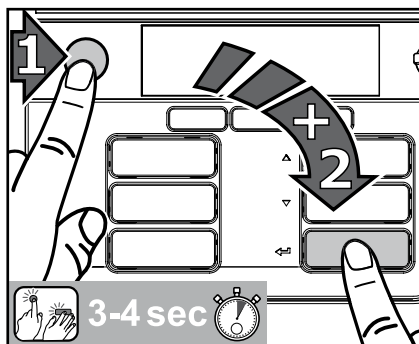

Bild 24
1. Tryck först på STOPP-knappen och sedan på Enter  och håll båda knapparna intryckta samtidigt i 3-4 sekunder för att komma till rengöringsläget (bild 24).